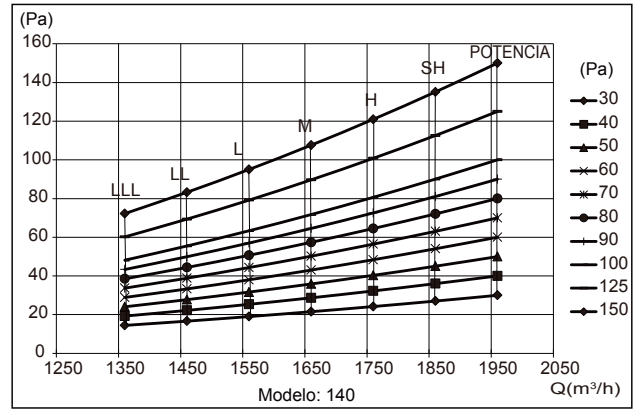

Figura 6.10
3. Antes de instalar el conducto de aire, asegúrese de que la presión estática del conducto de aire se encuentre dentro del rango permitido de la unidad interior (consulte el manual técnico de la UI). Figura 6.2 La figura 6.10 muestra la curva de presión estática para las unidades de interior.